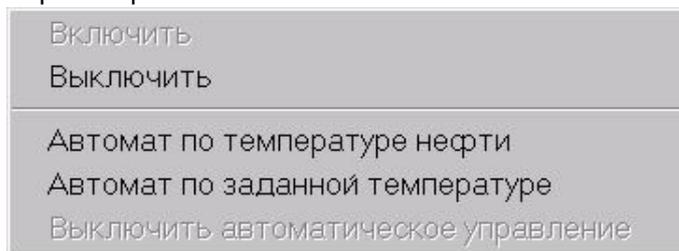

Рис. 14
3.5.7.2 Нажатием на индикатор **Электрообогрев** вызывается окно управления электрообогревателем (Рис. 14), в котором можно выбрать режим работы: